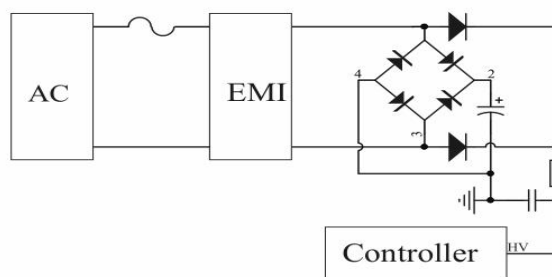

图 1 高压启动电路
DK075GJF 包含多功能高压 (HV) 引脚。为达到快速启动，内部集成了高压启动电路，可以快速启动电源同时能够有效降低待机功耗，如图 1 所示，能够快速准确监测输入电压，在输入掉电